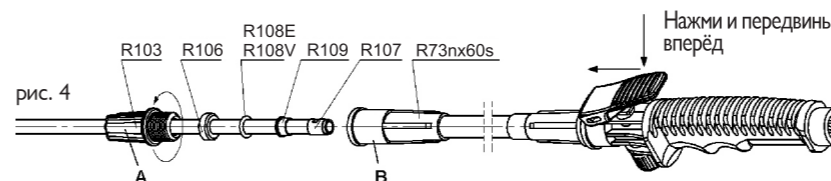

рис. 4
- Вкрутить штангу в корпус дозирующего клапана R020J/R020JE, одновременно проверяя наличие в клапане прокладки 11,3x2,4. Телескопическую штангу установить на соответствующую длину и затянуть блокирующую гайку телескопа настолько, чтобы штанга не раздвигалась под давлением – рис. 4.
#### Телескопическая штанга R01mxs – рис. 4
3. Screw the lance into the case of the feeding valve R020J/V/R020J/E and make sure that there's an o-ring viton 11,3x2,4mm inside the valve. Adjust the length of the telescopic lance and screw tight the locking sleeve so the lance won't extend under pressure – fig.4.